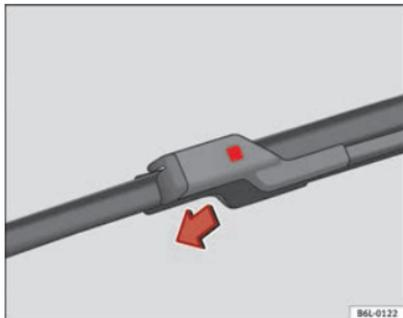

Fig. 141 Substituição das escovas do limpa pára-brisas
- Pressione o botão de segurança ⇒ Fig. 141.